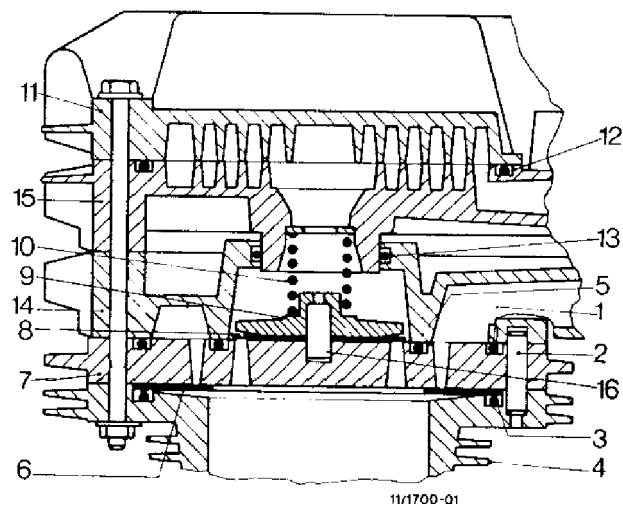

Fig. 5b. LE11, LE/12, LE9N och högtryckssida på LT5 t.o.m. -11
- 1) Utloppsventilskydd med central pinne så som visas i Fig. 5b: endast på LE9, -11, -12 och på lågtryckssida på LT9, -11, -12